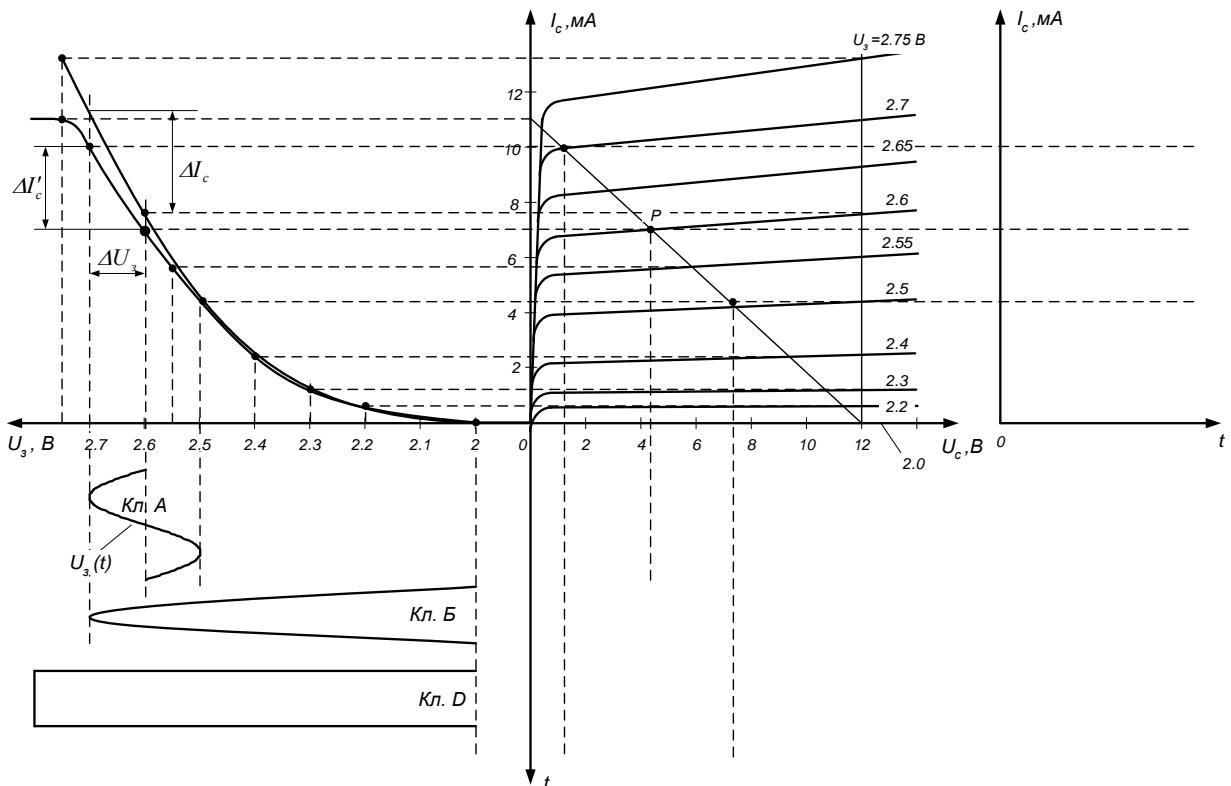

Рис. 2
- использовав выходные вольтамперные характеристики транзистора (рис. 2), для заданного варианта построить две линии нагрузки (для заданного  $R_2$  и для  $R_2 = 0$ , в последнем случае линия нагрузки параллельна оси тока стока  $I_c$ ). В соответствии с точками пересечений нагрузочных линий и выходных характеристик построить две стоко-затворных характеристики  $I_c = f(U_s)$  при  $R_2 = 0$  и при заданном  $R_2$ . Определить область линейного усиления;
г) по заданным временными диаграммам переменной составляющей напряжения на затворе  $u_3(t)$  (рис.2) построить временные диаграммы тока стока  $i_c(t)$  и напряжения на стоке  $u_c(t)$ . Для классов А и В определить максимальную амплитуду неискаженного синусоидального выходного сигнала, а для класса Д максимальную амплитуду прямоугольных выходных импульсов.